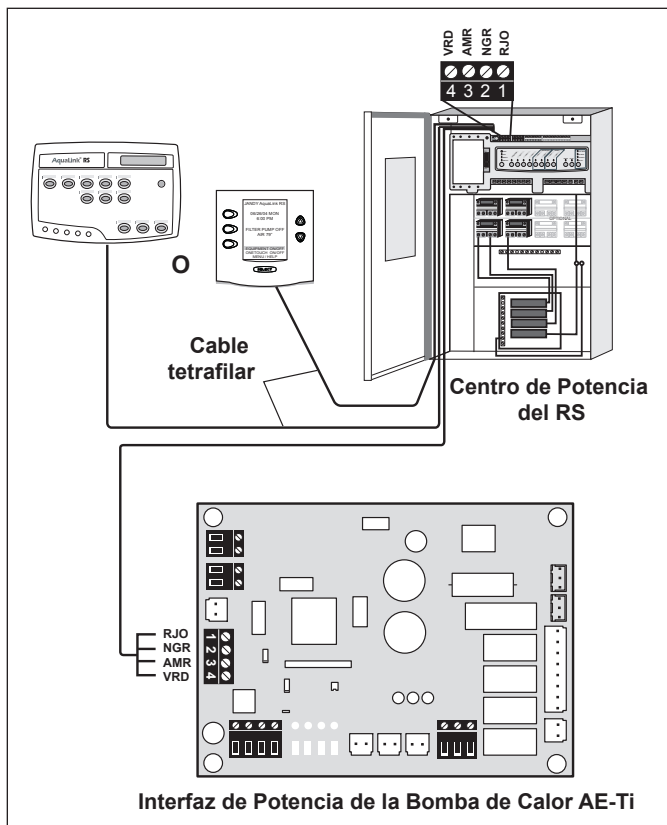

Figura 17. Conexión de la Bomba de Calor AE-Ti al Centro de Potencia
1. Confirme que las revisiones del software de la bomba de calor AE-Ti y AquaLink RS sean compatibles (ver Figura 17).